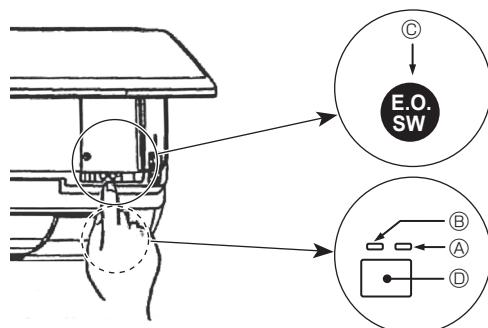

Fig. 5-2
- Norédami sustabdyti, spauskite ④ mygtuką ⑧ arba ④ mygtuką ⑦ ilgiau nei 2 sekundes.
[Fig. 5-2] ④ DEFROST/STAND BY (nutirpdymas / budėjimas) lemputė (oranžinė)
⑤ Veikimo lemputė (žalia)
⑥ Avarinis jungiklis (vésinimas / šildymas)